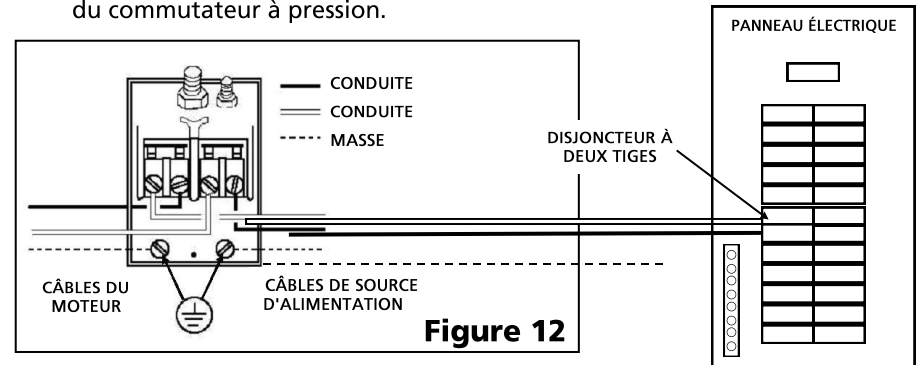

Figure 12
2. Brancher un fil chargé (noir ou rouge) de la source d'alimentation à une des bornes vissées du commutateur à pression. Peu importe lequel. Suivre le schéma de câblage de la Figure 12.